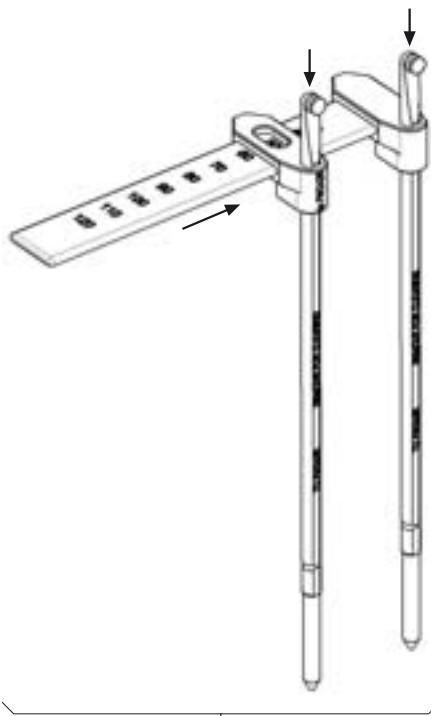

Fig. 10
- Montare il misuratore lunghezza barre **10**, vedere Fig. 10.